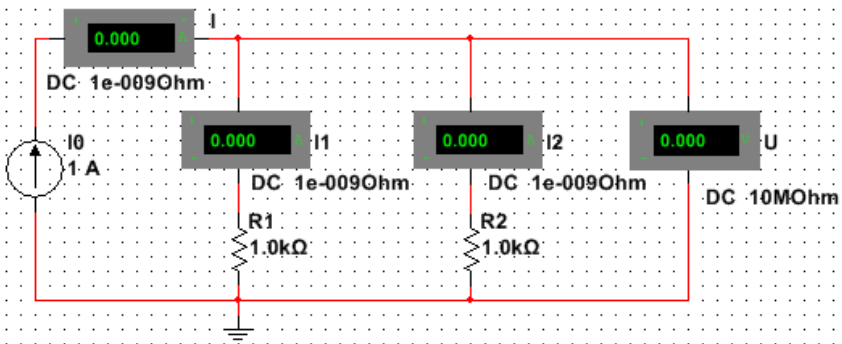
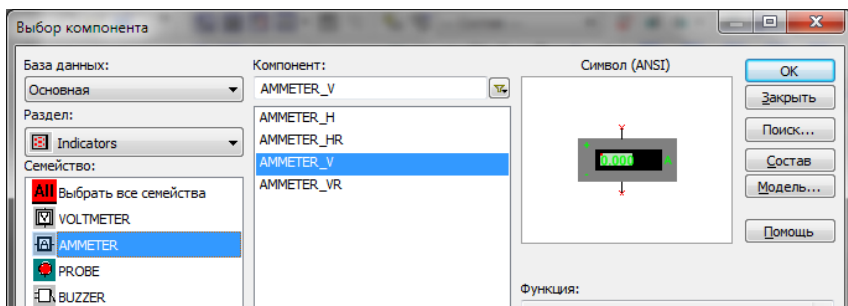

Рис. 2.3.2. Схема исследования делителя тока
Рис. 2.3.4. Выбор амперметра вертикального
Собрать схему исследования делителя тока (рис. 2.3.2).
1. Из группы компонентов **Источники** выбрать источник постоянного тока (рис. 2.3.3) и поместить его на рабочую область, расположив, как показано на рис. 2.3.2.
2. Из группы **Пассивные компоненты** выбрать два резистора и поместить их на рабочую область. Поочередно выделить резисторы, повернуть командой **90 по часовой** (Ctrl + R) и расположить, как показано на рис. 2.3.2.
3. Из группы компонентов **Индикаторы** выбрать амперметр горизонтальный и два амперметра вертикальных (рис. 2.3.4) и вольтметр вертикальный. Расположить их на рабочей области согласно рис. 2.3.2.